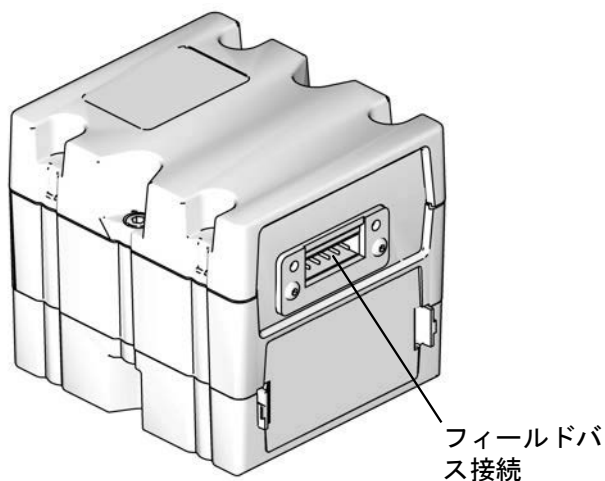

図 24: CGMフィールドバス接続
11. イーサネット、DeviceNet、またはPROFIBUS のケーブルを該当 CGM フィールドバス接続に接続します。図 24.を参照してください。